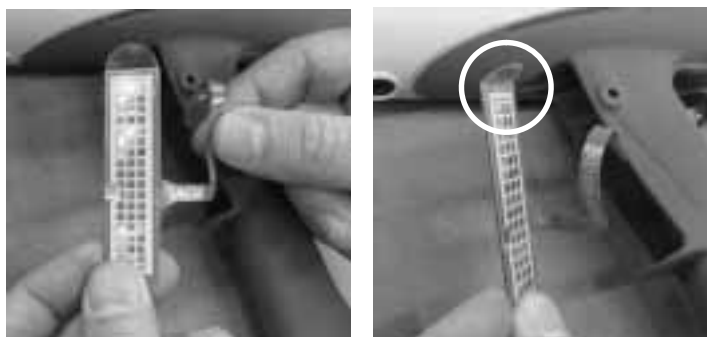

Bild 6-10 Montage av avtryckarkontakt - steg 3
3. Se bild 6-10. Sträck ut flatkabeln, böj därefter dragfliken i kontaktens ovanände så att den blir vinkelrät mot kontakten.